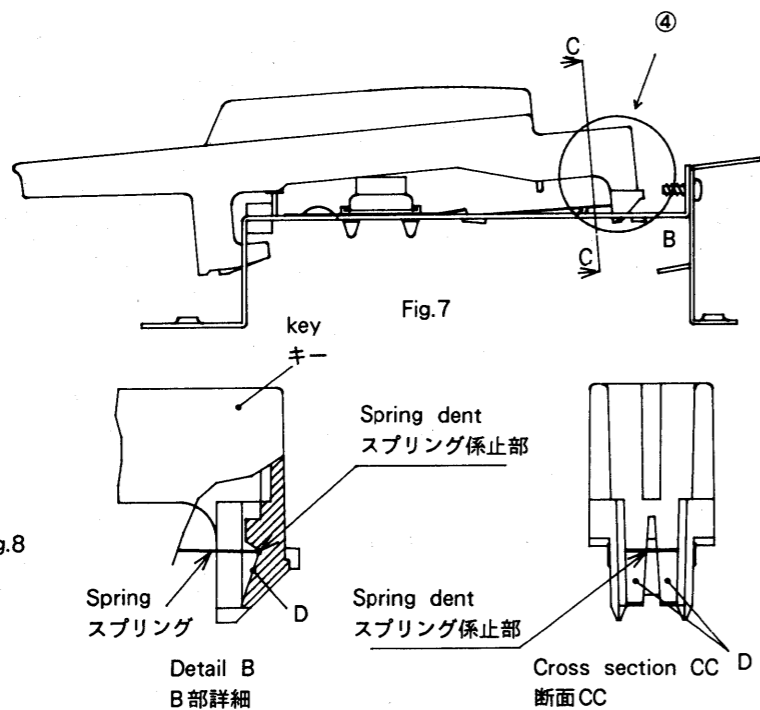

Fig.8
2. Referring to Fig.7 and Fig.8, fit the spring in the spring dent and press the key in the direction of ④.
2. Fig.8 に示すようにスプリングをスプリング係止部にあて、Fig.7 の方向④にキーを押し込む。
注) スプリングを Fig.8 に示すスプリング係止部に確実に係止させてください。スプリングが斜面Dに止まっていると、正常なキータッチが得られません。
Firmly rest the spring on the spring dent (Fig.8). Don't let the spring stop at the slope D or else the key touch will differ from the previous sensitivity.